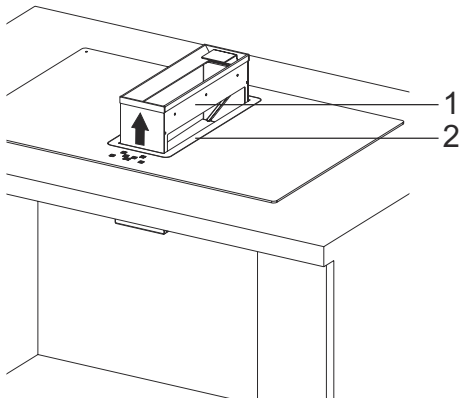

Abb. 24
- 13.** Um Wasser und Nahrung Abfall zu halten hat das Haubenbox innen ein Schlitz (Abb. 24/2).
Innerhalb des Geräteschlitz nach oben ziehen (Abb. 24).